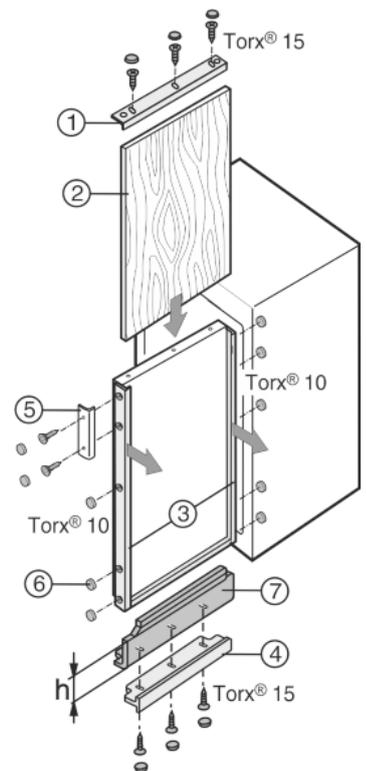

Fig. 40
Если имеется декоративная панель, но ее высота слишком мала, то ее можно подогнать, используя компенсационные планки Fig. 40 (7) различной высоты.
- ▶ Открутите декоративную рамку Fig. 40 (1, 4) сверху и снизу.
- ▶ На всех остальных декоративных рамках Fig. 40 (3) винты нужно только ослабить и сдвинуть декоративные рамки вперед.
- ▶ Вдвиньте декоративную панель Fig. 40 (2).
- ▶ Наденьте компенсационные планки Fig. 40 (7) снизу или сверху.
- ▶ Поверх наденьте декоративную рамку Fig. 40 (1, 4) и прикрутите.
- ▶ Сдвиньте декоративную рамку Fig. 40 (3) назад и прикрутите.
- ▶ Прикрутите ручку Fig. 40 (5).
- ▶ На всех головках винтов защелкните накладку Fig. 40 (6).